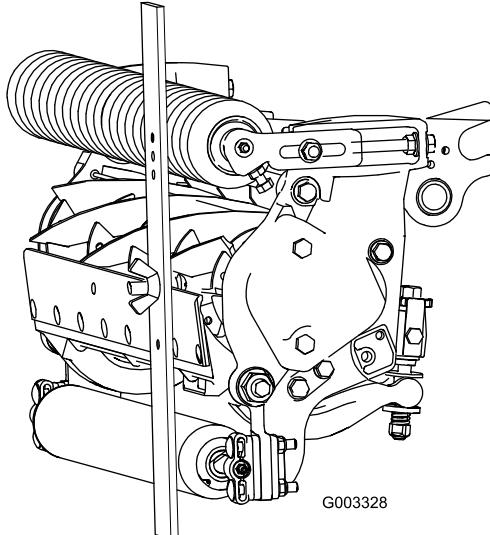

Figura 17
- Aggiacciate la testa del bullone sul tagliente della controlama e appoggiate l'estremità posteriore della barra sul rullo posteriore (Figura 17).
- Ruotate il bullone di regolazione finché il rullo anteriore non toccherà la barra di riferimento (Figura 17). Regolate entrambe le estremità del rullo finché l'intero rullo non è parallelo alla controlama.